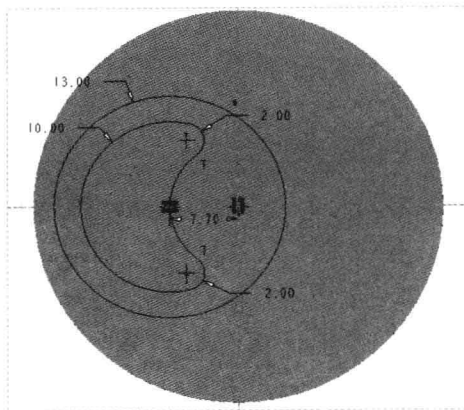

图 14-63 绘制截面 2
Step 03 在“功能区”选项板的“模型”选项卡中,单击“形状”面板中的“拉伸”按钮 , 弹出“拉伸”选项卡,在绘图区选择模型的底面作为草绘平面,进入草绘环境;单击“草绘”选项卡中的相应按钮,绘制截面,如图 14-63 所示,单击“关闭”面板中的“确定”按钮 , 完成截面绘制并退出草绘环境。